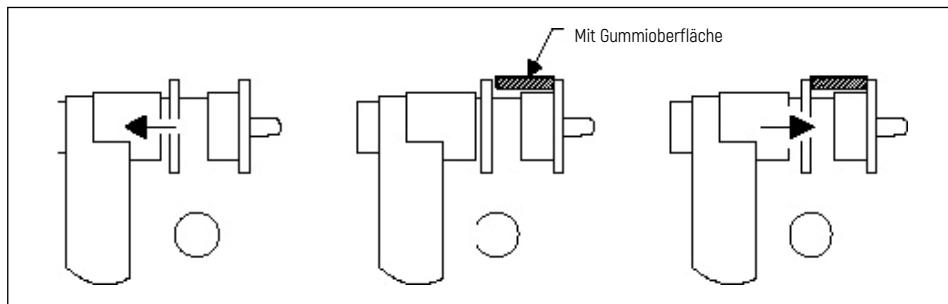

Abbildung F3.12 Verwenden eines Abstandsmessers zum Einfügen vom Bleiklotz
- 2) Platzieren Sie den Auswuchtklotz, der den im linken Fenster angezeigten unausgewogenen Gramm (innere Unwucht) entspricht, am Schieberkopf des Zuglineals, wie in Abbildung F3.12 dargestellt.